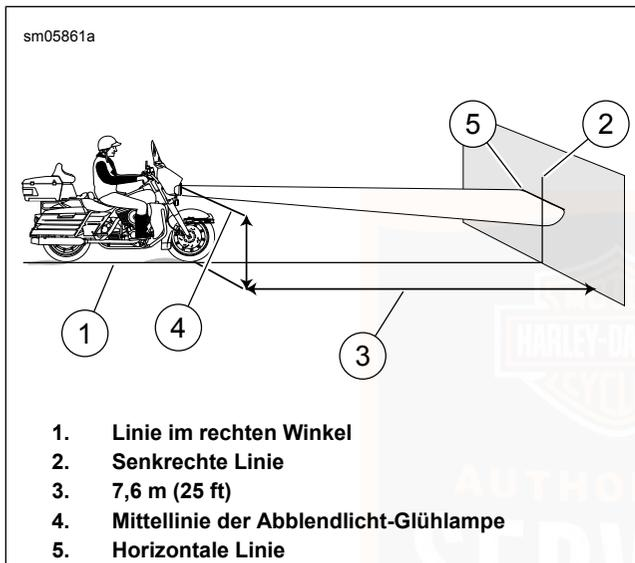

Abbildung 83. Scheinwerferausrichtung: LED (typisch)
- LED, gabelmontierte Verkleidung:** Siehe Abbildung 83. Bei der gemessenen Entfernung.
- LED, gabelmontierte Verkleidung:** Siehe Abbildung 83. Mit dem Scheinwerfer auf **Abblendlicht** geschaltet liegt der obere Rand des Brennpunkts des Leuchtmittels auf der Markierung.